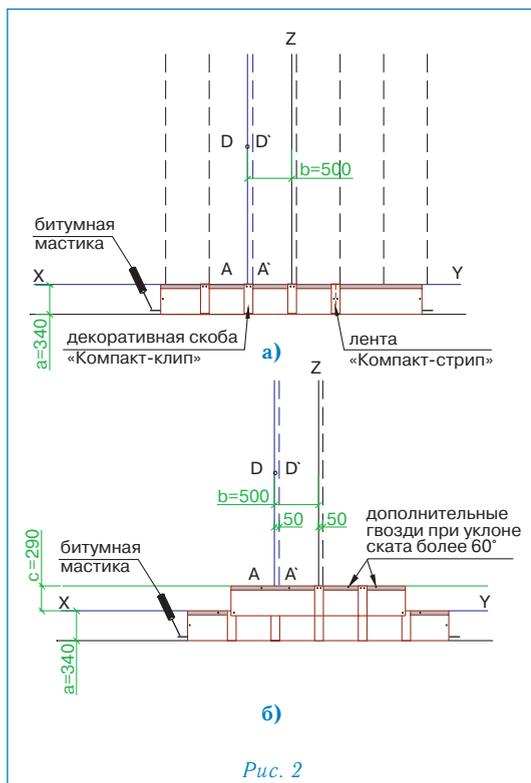

Рис. 2
Укладка материала (рис. 2)
- укладка черепицы начинается от линии AD, при этом ее верхний край выравнивается по линии XY (рис. 2а);
- листы первого ряда укладываются встык и фиксируются двумя гвоздями по центру коротких сторон на расстоянии 2 см от края (рис. 2а);
- правая сторона скобы «Компакт-клип» выравнивается по линии A'D' и фиксируется двумя гвоздями через специальные отверстия (рис. 2а);
- листы второго ряда черепицы укладываются от линии AD, их нижний край выравнивается по линии, параллельной XY; каждый лист фиксируется двумя гвоздями в 2,5 см от нижней стороны; стыки и середина каждого листа закрываются декоративными скобами «Компакт-клип», которые также фиксируются двумя гвоздями (рис. 2б);
Для крепления гибкой черепицы ПРЕСТИЖ ВИЗАНТИЯ используются гвозди из нержавеющей стали улучшенного прилегания (ершенье) с гладкими широкими шляпками. Каждый лист ПРЕСТИЖ ВИЗАНТИЯ закреплен шестью гвоздями, в соответствии с рекомендациями, приведенными выше (рис. 2б).
При укладке материала на скатах с уклоном более 60° каждый лист дополнительно фиксируется двумя гвоздями в верхней части (рис. 2б).